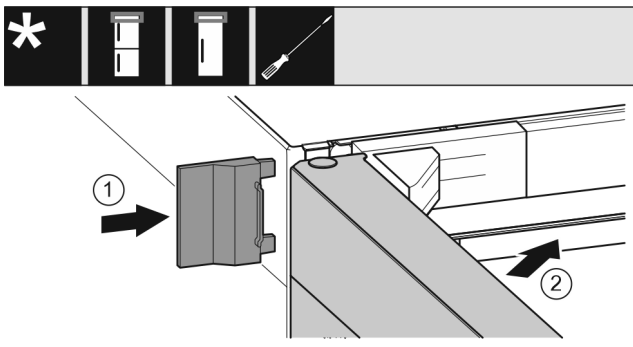

Fig. 23
- ▶ Applicare la copertura esterna Fig. 23 (1).
- ▶ Chiudere la porta superiore Fig. 23 (2).